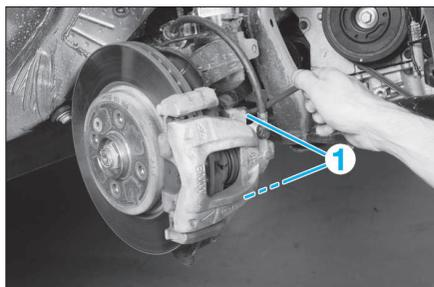

FIG. 8
- les 2 vis de guidage (1) de l'étrier (Fig.8).